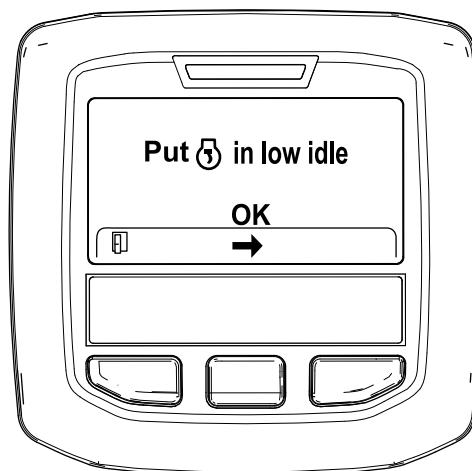

図 36
6. スロットルコントロールを低速アイドル位置にセットして、中央ボタンを押す図 36。